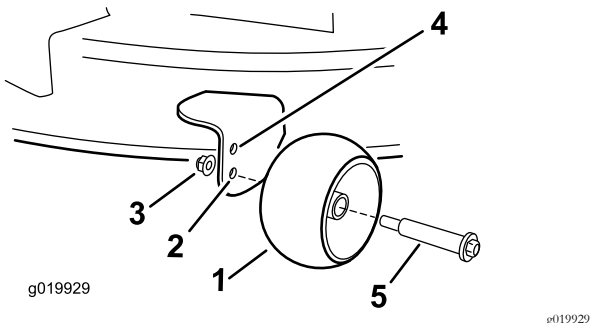

Figura 27
- Furo superior – utilize esta posição com a plataforma de corte nas posições de altura de corte de 63 mm e inferiores (Figura 27).
- Furo inferior – utilize esta posição com a plataforma de corte nas posições de altura de corte de 76 mm e superiores (Figura 27).